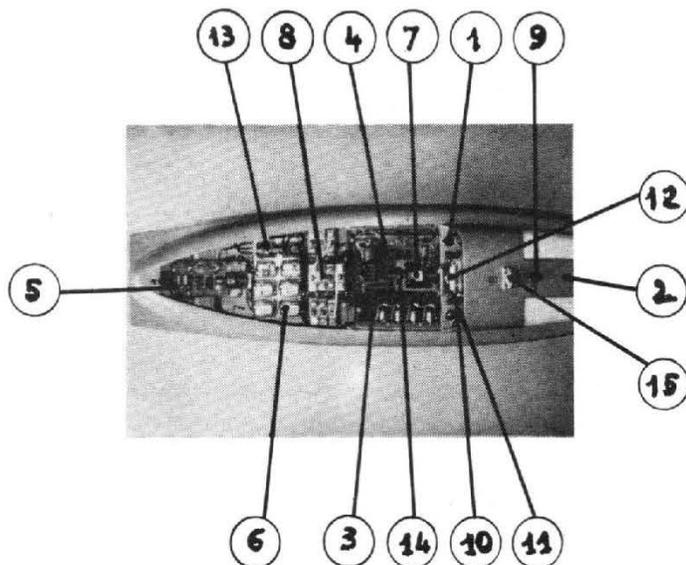
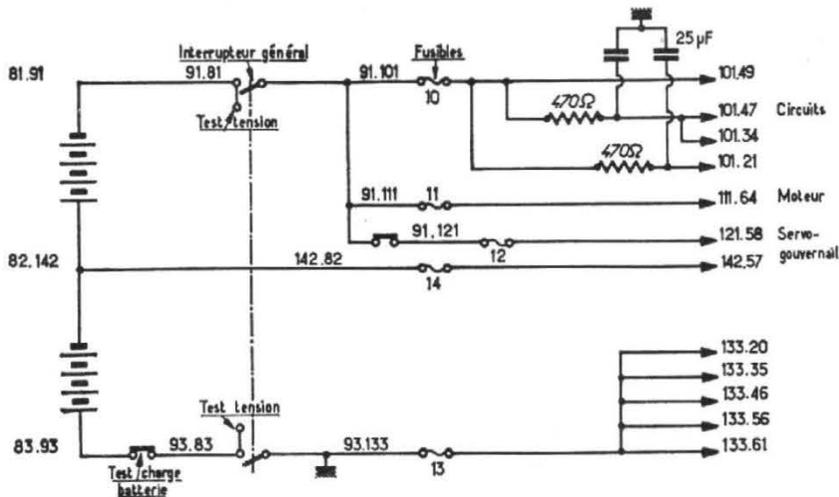
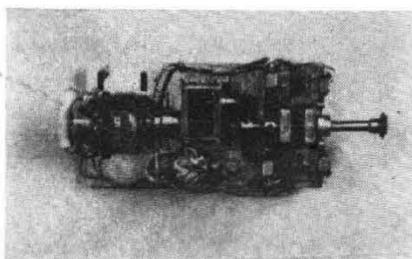

Fig. 2
Fig. 3
Fig. 4. — Servo-gouvernail
2. — INSTALLATION A BORD (Fig. 2) ET REPERAGE DES ELEMENTS
4.1. Platine alimentation. Repère 8, fig. 2. Schéma fig. 3.
La batterie est supportée par un bac en acier inoxydable de 200 g fixé en quatre points sur les membrures de la coque. La liaison aux différentes utilisations est assurée par cinq fusibles (repère 1, fig. 2) et un interrupteur bipolaire étanche, directement accessible sur l'avant de la coque (repère 9, fig. 2) permet son isolement total.
Un système de cavalier et de douille test (repères 10 et 11, fig. 2) assure une recharge rapide sans démontage.
4.2. Moteur de propulsion - Repère 7, fig. 2. Les caractéristiques principales sont les suivantes :
La liaison à l'arbre de transmission est assurée par un accouplement élastique moulé en silastène. La protection est assurée par le fusible F.11 de 10 A. (fig. 3) et l'antiparasitage par un condensateur de 0,47 μF connecté aux bornes du moteur.
4.3. Direction - Fig. 4 - Repère 5, fig. 2.
4.3.3. Réalisation pratique (fig. 4).
La protection est assurée par les deux fusibles F12 et F14 de 5 A (fig. 3) et l'antiparasitage par une capacité de 1 μF connectée aux bornes du moteur.